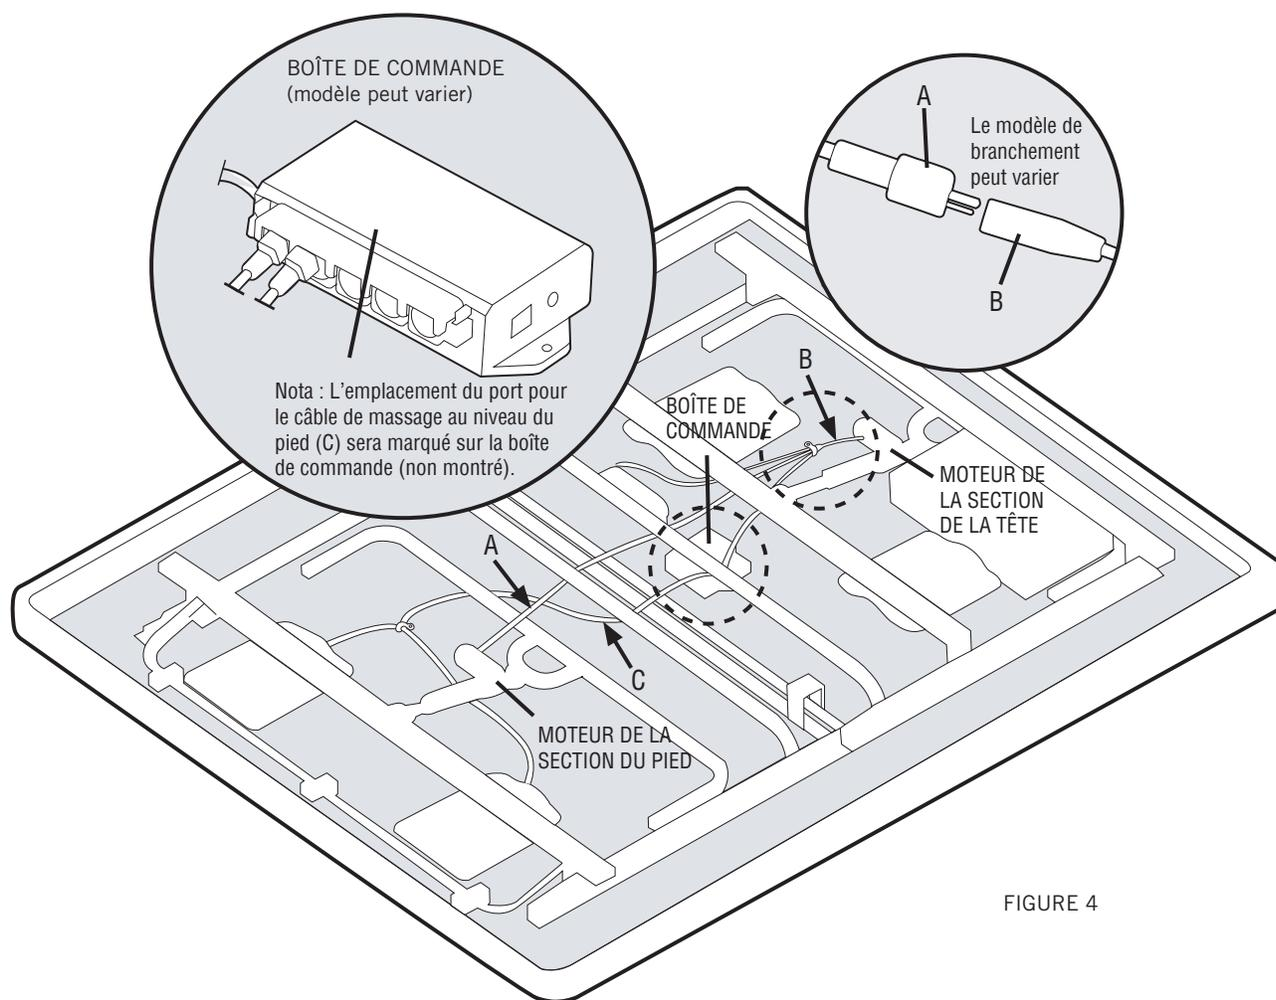

FIGURE 4
Faire passer le CÂBLE DU MOTEUR DE LA SECTION DU PIED (A) sous le cadre de la base et le relier au CÂBLE DU MOTEUR DE LA SECTION DE LA TÊTE (B) (FIGURE 4).
FACULTATIF - Si la base est équipée d'un moteur de massage, faire passer le CÂBLE DU MOTEUR DE MASSAGE AU NIVEAU DU PIED (C) sous le cadre de la base et brancher le câble dans la boîte de commande (FIGURE 4).